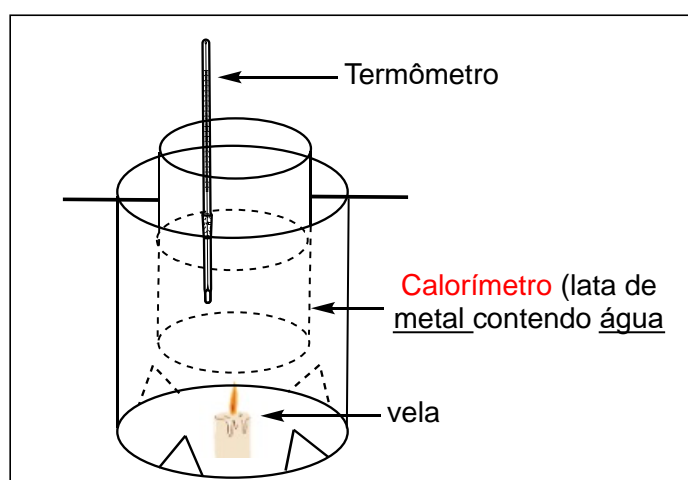

Figura 2. Representação da montagem de um calorímetro alternativo.
Na **Figura 2** é representado um calorímetro rústico, que consiste em uma lata pequena com água e uma lata maior usada como suporte e para minimizar a perda de calor pelo movimento do ar.
- b. 2. Monte o calorímetro de lata, conforme Figura 2, e meça a temperatura da água.